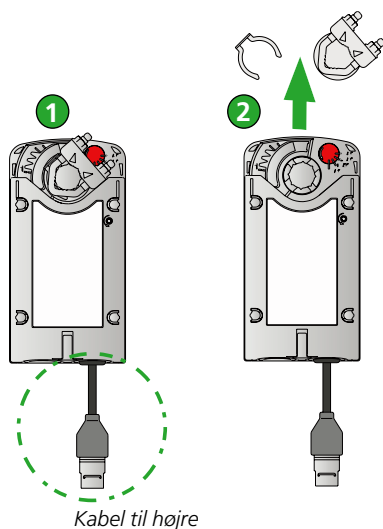

Figur 27. Spjældbladets position "Normally closed".
3. Sørg for, at spjældbladets position er rigtig, se figur 27 eller 28. Bemærk! Akselklemme er altid monteret i den retning, der er anført oven på cirkulært spjæld.